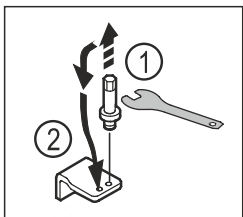

Fig. 17
- Kierrä alemman laakerijalustan pultit ulos SW5-ulkokuusioavaimella. Fig. 17 (1)
- Aseta pultit vastapäiselle puolelle. Fig. 17 (2)